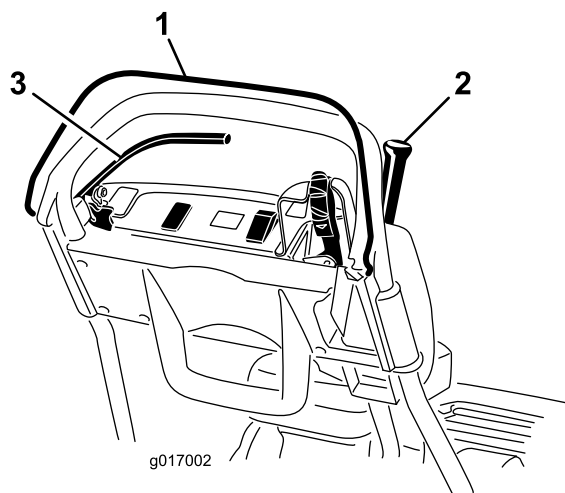

Figura 28
3. Con el CPO quitado, intente engranar la palanca de tracción (Figura 28). La palanca de tracción no debe engranarse. Si la palanca de tracción se engrana, es necesario ajustar el sistema de interruptores de seguridad. Corrija el problema antes de usar la máquina. Consulte Mantenimiento del interruptor de seguridad de la tracción \(página 32\).
4. Con el CPO apretado y la palanca de tracción engranada, suelte el CPO (Figura 28). La palanca de tracción debe desengranarse. Si la palanca de tracción no se desengrana, es necesario ajustar el sistema de interruptores de seguridad. Corrija el problema antes de usar la máquina. Consulte Mantenimiento del interruptor de seguridad de la tracción \(página 32\) o (página).
5. Con el CPO presionado y la palanca de cambios hacia la izquierda, engrane la tracción y el molinete, y suelte el CPO (Figura 28). La palanca de tracción debe desengranarse. Si la palanca de tracción no se desengrana, es necesario ajustar el sistema de interruptores de seguridad. Corrija el problema antes de usar la máquina. Consulte Mantenimiento del interruptor de seguridad de la tracción \(página 32\), (página) o Ajuste del control del molinete \(página 36\).
6. Con el CPO presionado y la palanca de cambios hacia la izquierda para engranar la tracción y el molinete, mueva la palanca de cambios a la derecha para desengranar la transmisión del molinete (Figura 28). La transmisión del molinete debe desengranarse. Si la palanca de tracción no se desengrana, es necesario ajustar el sistema de interruptores de seguridad. Corrija el problema antes de usar la máquina. Consulte Ajuste del control del molinete \(página 36\).
3. Con el motor en marcha, ponga el freno de servicio (no el freno de estacionamiento), apriete el CPO y engrane la palanca de tracción (Figura 28). El motor debe trabajar para superar el efecto del freno, pero no debe pararse. Si el motor se para inmediatamente, es necesario ajustar el interruptor de seguridad. Corrija el problema antes de usar la máquina. Consulte Mantenimiento del interruptor de seguridad del freno \(página 33\).
4. Con el motor en marcha, ponga el seguro del freno de estacionamiento, apriete el CPO y engrane la palanca de tracción (Figura 28). El motor debe pararse. Si el motor no se para, es necesario ajustar el interruptor de seguridad. Corrija el problema antes de usar la máquina. Consulte Mantenimiento del interruptor de seguridad del freno \(página 33\).
2. Con el CPO apretado, la palanca de tracción engranada y los controles del motor en la posición de arranque (Figura 28). Intente arrancar el motor. El motor no debe arrancar. Si el motor arranca, es necesario ajustar el interruptor de seguridad. Corrija el problema antes de usar la máquina. Consulte Mantenimiento del interruptor de seguridad de la tracción \(página 32\).
2. Con la palanca de tracción desengranada, el freno de servicio puesto y los controles del motor en la posición de arranque (Figura 28). Intente arrancar el motor. El motor debe arrancar. Si el motor no arranca, es necesario ajustar el interruptor de seguridad. Corrija el problema antes de usar la máquina. Consulte Mantenimiento del interruptor de seguridad del freno \(página 33\).